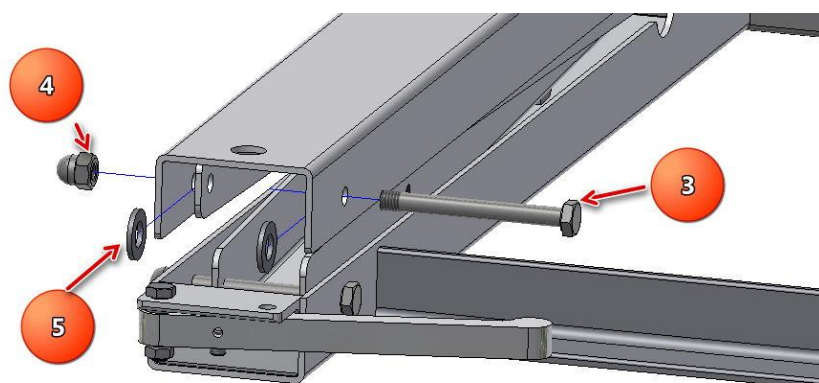

Рис.2
3. Окрутите колпачковую гайку M8 поз.4 и извлеките болт M8x55 поз.3 и шайбы поз.5, Рис.2. Выполнить операцию на обеих ножках настенной рамы.